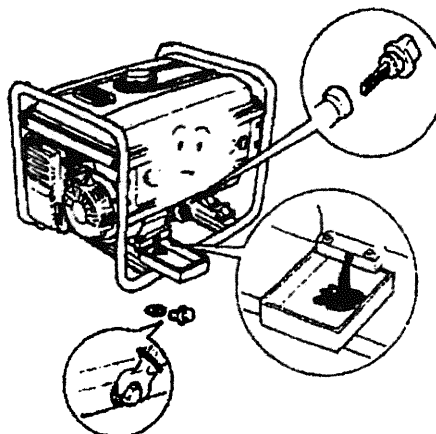

Fig. 37
- Desenrosca y quitar la cala. (Figure 37)